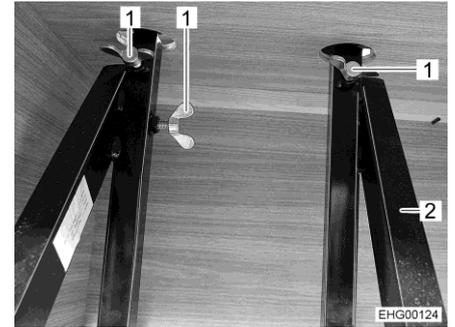

Bild 32 Flügelschrauben
- Drei Flügelschrauben (Bild 32,1) am Gestänge (Bild 32,2) im Truhengestell festziehen.